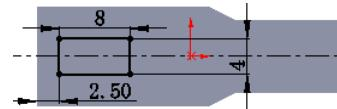

图 16.4.10 横断面草图
② 定义横断面草图。在草图环境中绘制图 16.4.10 所示的横断面草图。
(3) 定义切除深度属性。在“切除—拉伸”对话框 **方向1** 区域的 **下拉列表** 中选择 **给定深度** 选项，选中 **与厚度相等(L)** 复选框与 **正交切除(N)** 复选框，其他选择默认设置值。
(4) 单击对话框中的 **确定** 按钮，完成切除—拉伸 2 的创建。